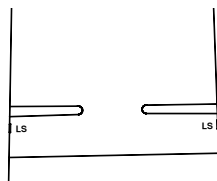

Fig. 5
2. Voor standaard U.S. 8,5" x 11" en 8,5" x 14" papier, de beide papiergeleiders zo naar binnen schuiven, dat hun binnenkanten op één lijn liggen met de rechte markeringen op de invoertafel aangeduid met LS (zie Fig. 5 voor de plaats van de markering). Voor A4 papier dienen de buitenkanten van de papiergeleiders op één lijn te liggen met de aangegeven A4-markeringen. Draai de beide vleugelschroeven aan (let op: draai de vleugelschroeven niet te vast aan).